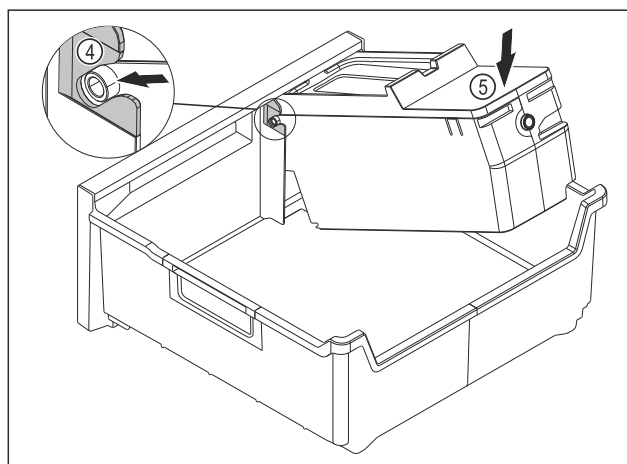

Fig. 145
- Montáž korpusu EasyTwist-Ice: Osy korpusu EasyTwist-Ice zasuňte do vedení Fig. 145 (4).
- Stlačte korpus EasyTwist-Ice Fig. 145 (5) vzadu dolů.